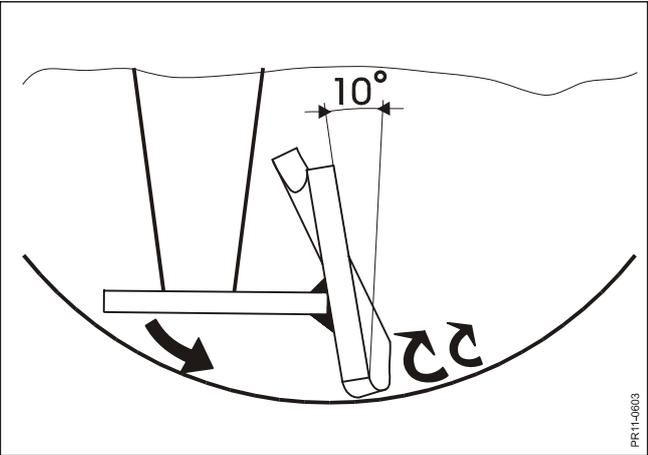

Fig. 2.2
**Fig. 2.2** Las paletas están colocadas en un ángulo de  $10^{\circ}$  hacia la dirección de rotación del rotor, para desprender el material de la pared del receptáculo.